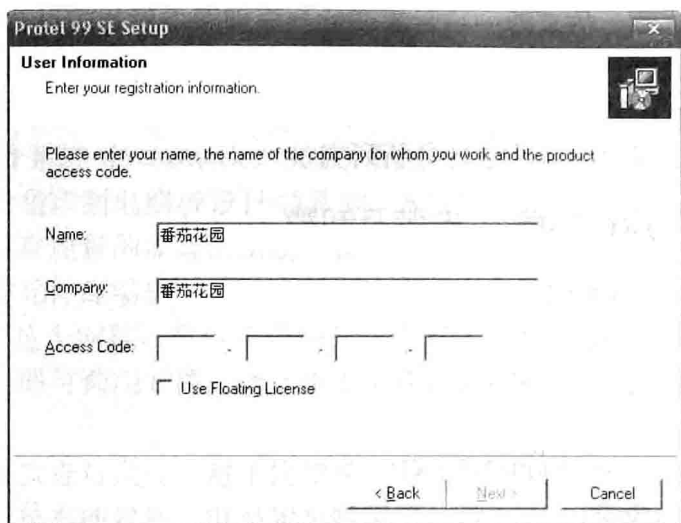

图 1-2 输入安装序列号对话框
② 单击“Next”按钮弹出如图 1-2 所示的对话框。在“Name”（名称）栏输入用户的名称, 在“Company”（公司）栏输入公司名称, 在“Access Code”（使用权代码）栏输入安装序列号。